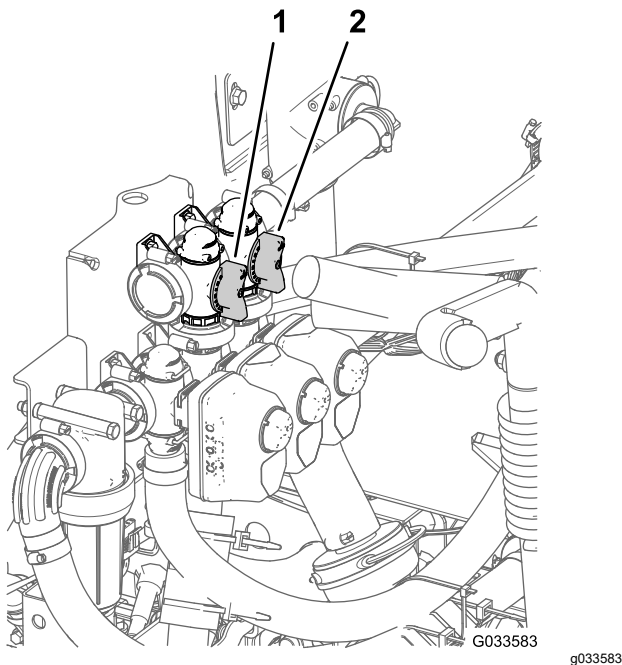

Figure 87
11. Réglez la vanne de dérivation (Figure 87) à l'arrière de la vanne d'agitation jusqu'à ce que la pression indiquée au manomètre soit 6,9 bar (100 psi).
8. Tournez plus ou moins la poignée de la vanne de dérivation générale des sections pour réguler l'agitation à l'intérieur de la cuve (Figure 87).